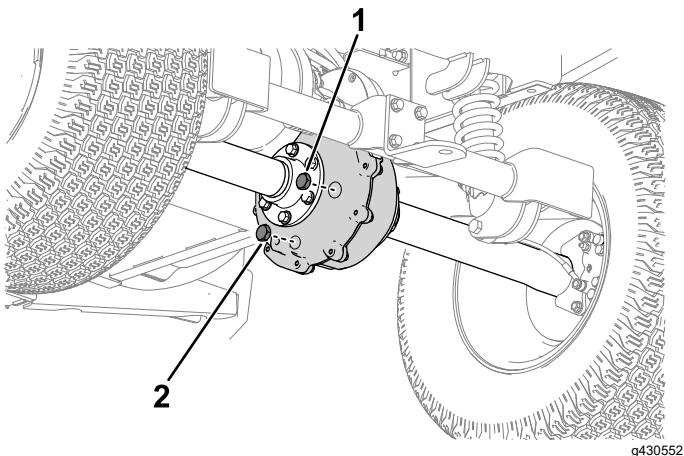

Bild 47
- Stellen Sie eine Auffangwanne unter die Ablassschraube der Transaxle (Bild 47).
2. Ablassschraube | <ol style="list-style-type: none"> 2. Entfernen Sie die Füllschraube (Bild 47). 3. Entfernen Sie die Ablassschraube und lassen Sie das Öl vollständig ablaufen. 4. Setzen Sie die Ablassschraube ein und ziehen Sie diese auf ein Drehmoment von 12 bis 19 N·m fest. 5. Füllen Sie das Getriebe durch die Einfüllöffnung mit der angegebenen Ölsorte, bis diese aus der Einfüllöffnung herausläuft. 6. Setzen Sie die Füllschraube ein und ziehen Sie diese auf ein Drehmoment von 27 bis 41 N·m fest. |